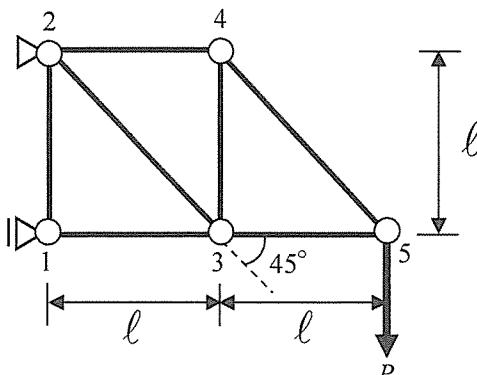

図 3
- (3) 図 3 のように格点 5 に集中荷重  $P$  が鉛直下向きに作用したときの格点 3 の鉛直方向変位  $v_{3a}$  と点線で示した方向の変位  $v_{3b}$ （斜め下向きを正）を求めよ。
- (4) 図 3 のように、格点 5 に鉛直下向きの集中荷重  $P$  を徐々に増加させたとき、初めに曲げ座屈（オイラー座屈）する部材を求めよ。また、このときの集中荷重  $P$  の大きさを求めよ。